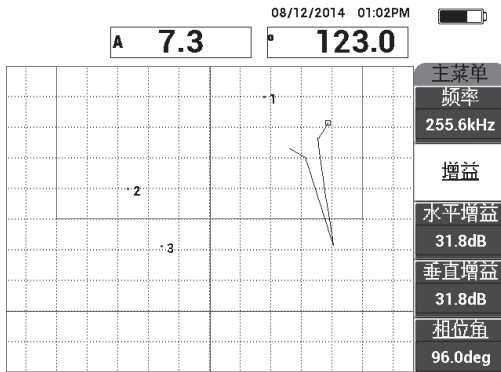

图 6-51 调整增益以设置最高的点
12. 调整**增益**（**B**键），在大约满屏高90%处设置最高的点（参见第148页的图6-51）。